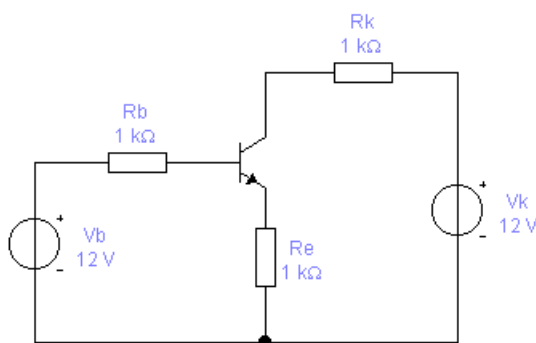

Рис.1. Схема включения транзистора
- 1) Схема включения транзистора для всех вариантов имеет вид, показанный на рис.1.
- 2) В схеме на рис.1. в качестве биполярного транзистора используется элемент BJT_NPN из группы Transistors_Virtual. Его параметры можно изменить с помощью контекстного меню, пункт Properties. Необходимо выбрать вкладку Value и через кнопку Edit Model можно изменять параметры транзистора.
4) Кроме основных формул (1-7), для входного и выходного контура можно использовать законы Кирхгофа. Например, для выходного контура схемы, изображенной на рис.1, можно составить уравнение